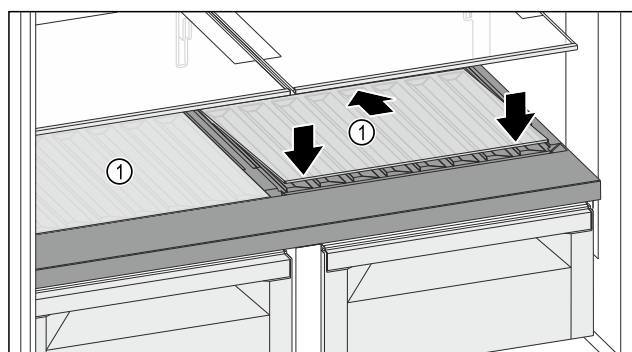

Fig. 133
- ▶ Ustawić płytę szklaną Fig. 133 (1) pod ukosem, nachyloną do tyłu w dół.
- ▶ Opuścić płytę szklaną Fig. 133 (1) z przodu.